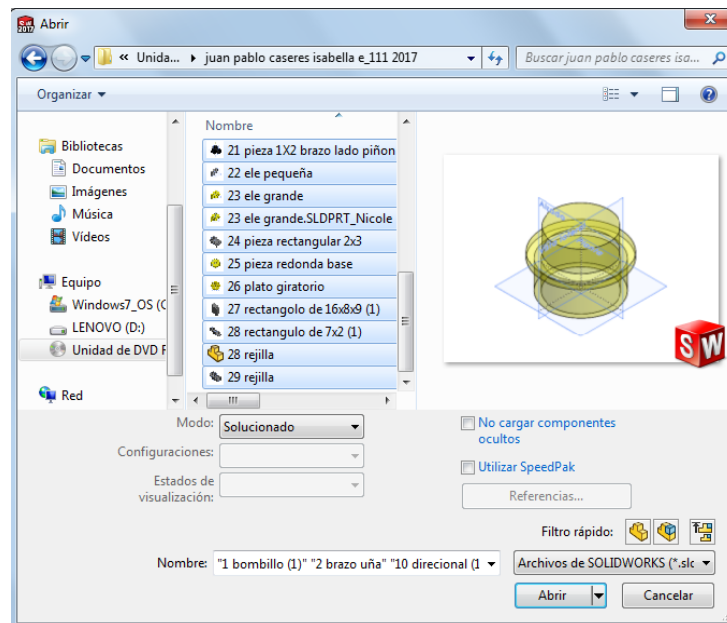

Ilustración 170
Paso 3: Si se desea insertar diferentes piezas se presiona la tecla + clic y se seleccionan todas las que se desean usar en el ensamble (ver ilustración 170). De esta manera quedarán en el gestor de diseño para ser utilizadas.